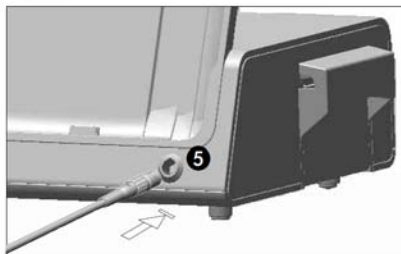

fig. 3
**F** - Ligue o cabo de micromotor à sua entrada motor, oriente o conector com auxílio dos pinos de posicionamento. **fig3.**